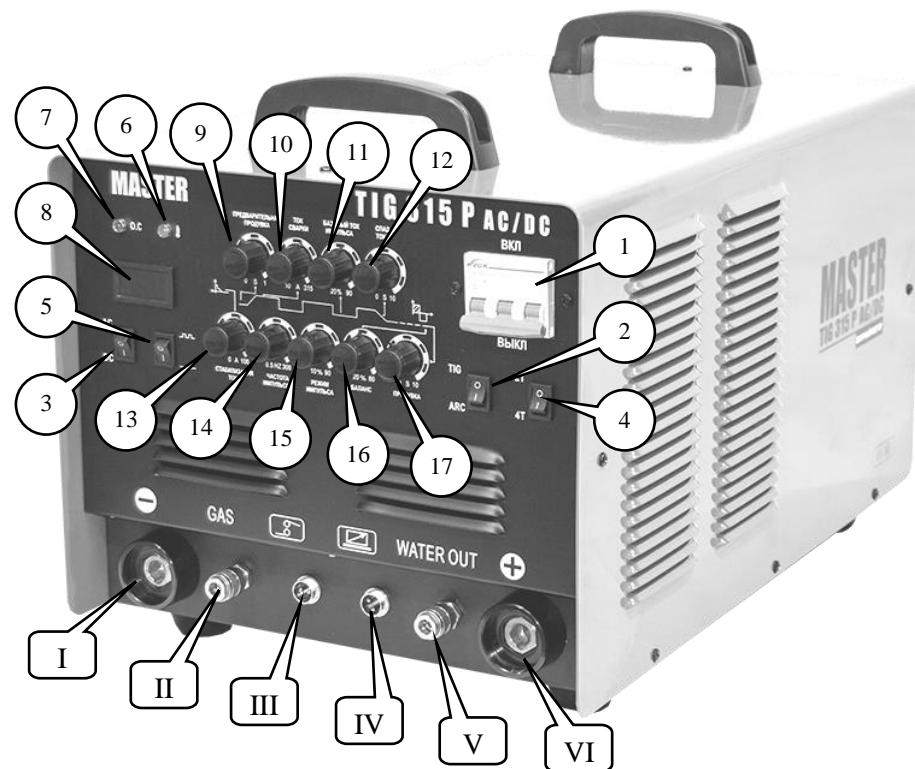

Рис. 1. Расположение органов управления и индикации.
- Подключить силовой разъем держателя электродов к разъему I (Рис. 1) сварочного аппарата.
- Подключить силовой разъем держателя электродов к разъему VI (Рис. 1) сварочного аппарата.